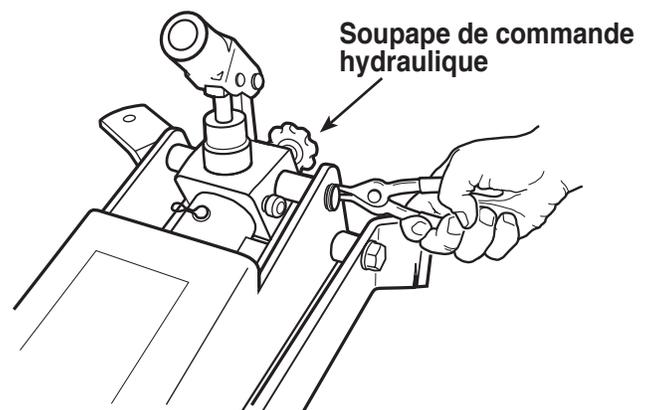

Figure 4
6. Insérez la goupille (4) par le cadre, assemblez une entretoise (5), continuez à pousser la goupille par l'unité hydraulique, assemblez l'autre entretoise et poussez la goupille vers l'extérieur par le cadre. Attachez la bague de retenue (6) à chaque extrémité de la goupille. Reportez-vous à la Figure 4.
7. Installez les galets pivotants (8) sur le cadre avec les écrous freinés et les écrous (13 et 14) assemblés sur la partie supérieure du cadre. Utilisez une clé de 1,91 cm (3/4 po) pour serrer les écrous.
10. Installez l'arbre cannelé (1) au moyen de l'épingle à cheveux (2) fournie.